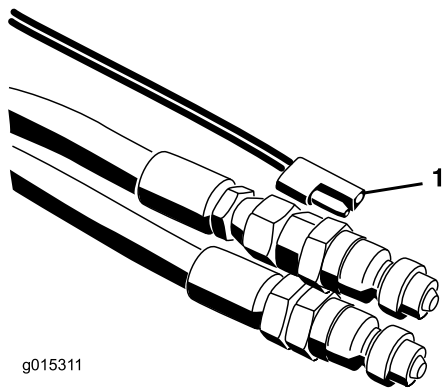

Bild 19
7. Schließen Sie den Kabelbaum an der Zugmaschine an (Bild 18 und Bild 19). Legen Sie das Ein/Aus-Bedienfeld an SH-Modellen in Griffweite vom Fahrersitz. Stellen Sie sicher, dass der Schalter ausgeschaltet ist.